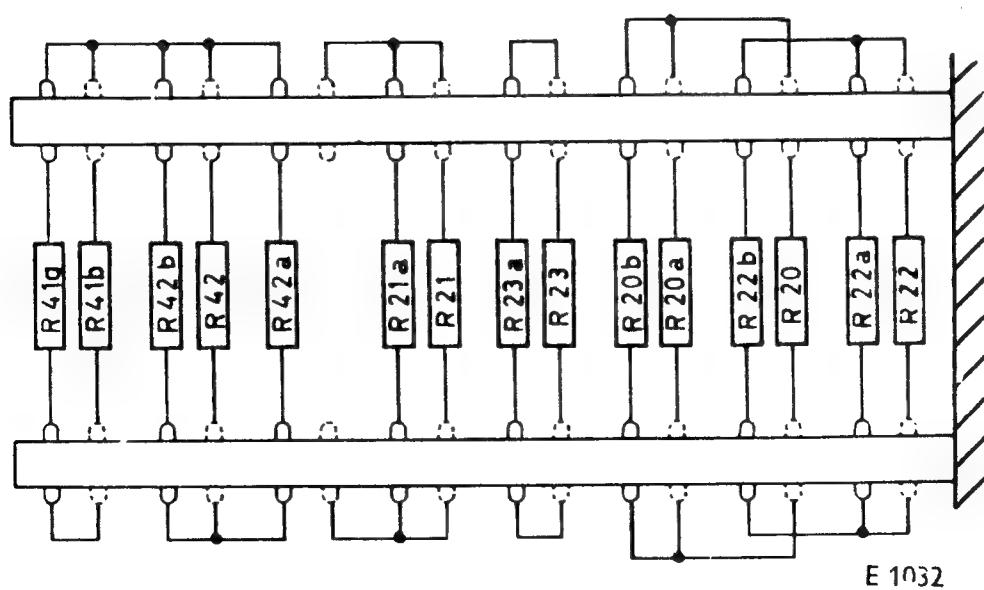

Abb. 14. Anordnung der Abgleichwiderstände
- e. Wenn erforderlich, R21 oder R23 shunten (a, b, Abb. 14), bis Nullanzeige erreicht ist
- d. Wenn erforderlich, R42 shunten (a, b, Abb. 14), bis Nullanzeige erreicht ist
## 2. Abgleich der Widerstände R20\* und R22\* (Abb. 14)